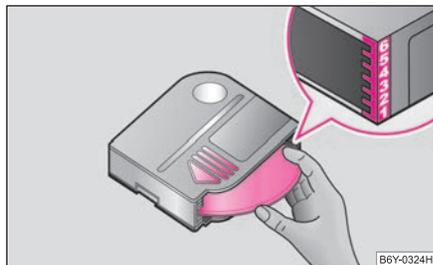

Abb. 100 Magazin mit CD laden
- Das Magazin mit der Pfeildarstellung nach oben bis zum Anschlag hineinschieben ⇒ Seite 98, Abb. 100. Die Pfeilspitze auf dem Magazin muss dabei zu dem Magazinschacht weisen.
- Magazin mit der Pfeildarstellung nach oben halten ⇒ **Abb. 100**.
- **CDs mit der Wiedergabeseite nach unten** einzeln in das Magazin einsetzen, bis sie mit einem Rastgeräusch einrasten. Beachten Sie die CD-Reihenfolge an der rechten Magazinseite ⇒ **Abb. 100**.